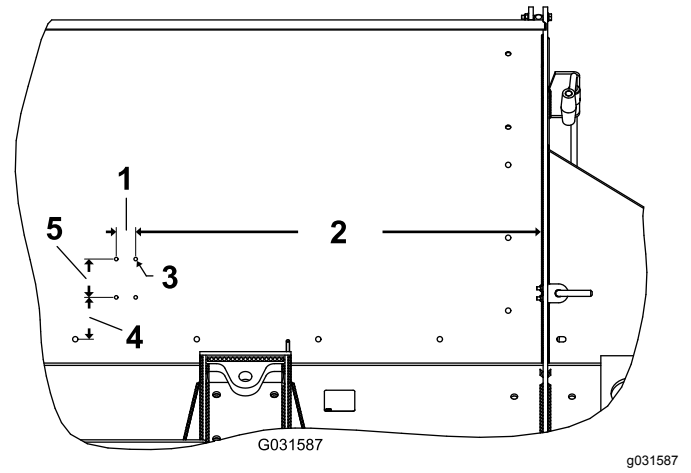

图12
1. 在料斗侧面钻出 4 个安装孔 7mm。请参阅 图12 了解钻孔尺寸信息。